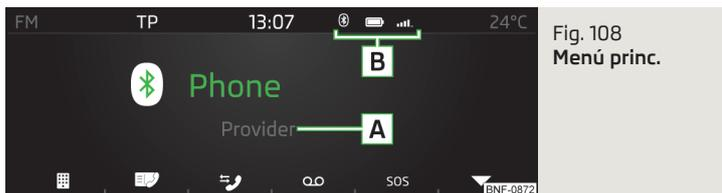

Fig. 108
- En el menú principal *Teléfono* pulse la tecla de función **[☰]** » **fig. 108 de la pág. 93**.
- Para **visualizar**, pulsar en el menú principal *Teléfono* la tecla de función » fig. 108 de la pág. 93.
- En el menú principal *Teléfono* pulse la tecla de función ▼ » fig. 108 de la pág. 93.
- Para **visualizar**, pulsar en el menú principal *Teléfono* la tecla de función ☎ » fig. 108 de la pág. 93.